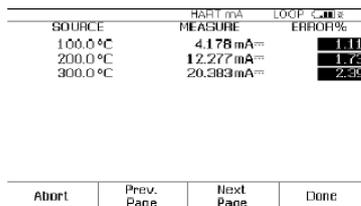

图 8.
- DPC 完成评估后, 将显示测试后汇总屏幕, 显示有 SOURCE (输出)、MEASURE (测量)和 ERROR (误差)栏。误差栏中未通过的项将以反亮显示(图 8)。按“Done”(完成)键。